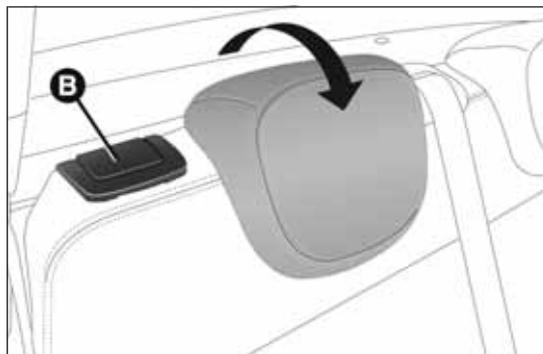
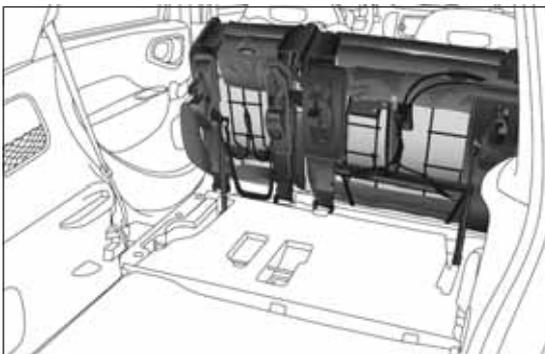

fig. 90
fig. 91
- levantar la palanca de desenganche B fig. 90 para abatir la parte izquierda o derecha del respaldo: el respaldo y el cojín se inclinarán automáticamente hacia delante (ver fig. 91). Si es necesario acompañar el respaldo en la primera parte de la inclinación.